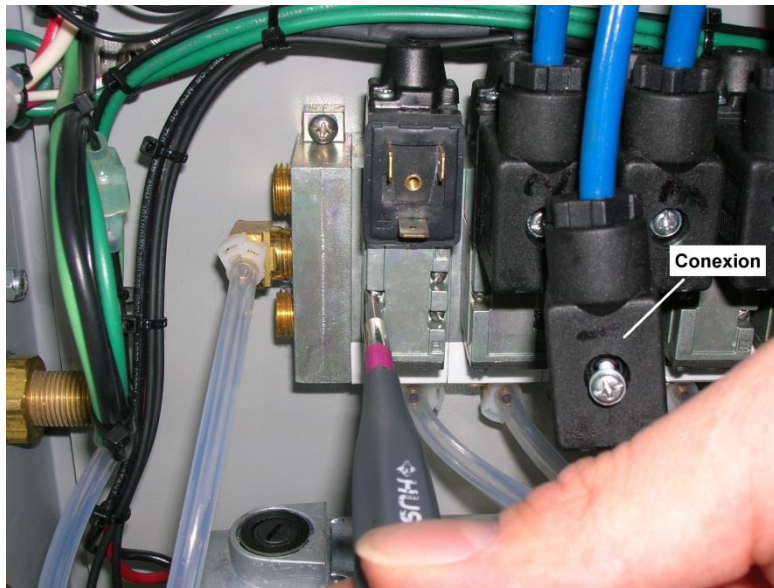
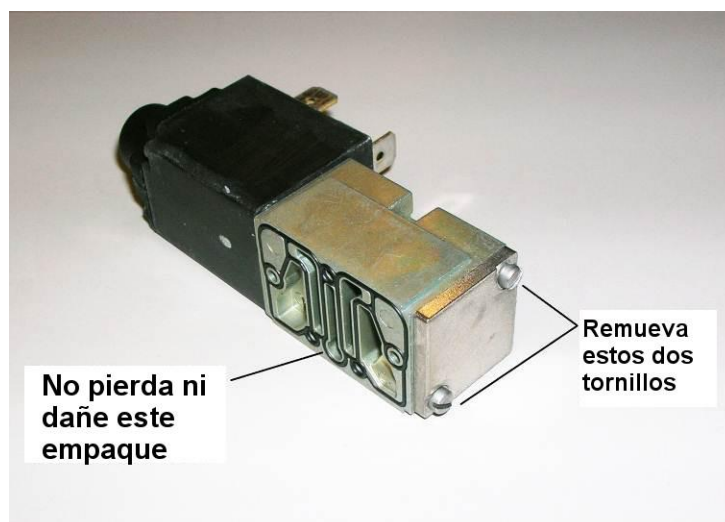
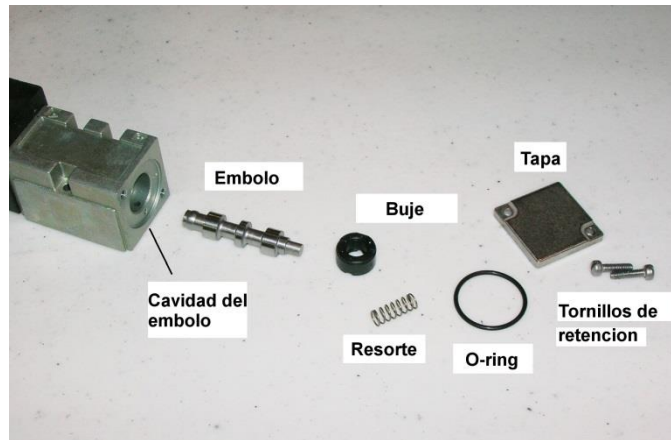

Figura 5-1
Figura 5-2
Figura 5-3
1. Remueva el enchufe del solenoide con el destornillador Phillips (no pierda el empaque del tapón) (Figura 5-1).
2. Remueva los tres clavos y el solenoide con un pequeño destornillador de cabeza plana (Figura 5-1). Note el empaque negro en la parte inferior de la Figura 5-2). **No pierda o dañe este empaque.**
3. Usando un destornillador de cabeza plana, remueva dos tornillos de la tapa cuadrada de metal (Figura 5-2). Cuidadosamente remueva el resorte, o-ring, cojinete y el embolo (Figura 5-3). Limpie el embolo y la cavidad con aerosol lubricante y un hisopo.